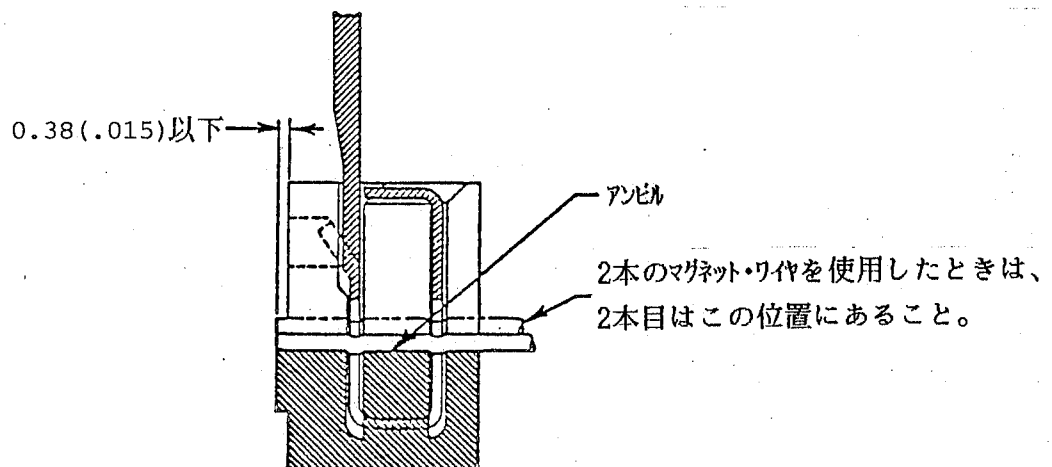

図7
- A. ターミナルをキャビティ設計オプション(1) (図2参照) に挿入する場合は、マグネット・ワイヤは図7に示す様にアンビルの上面に接触させること。